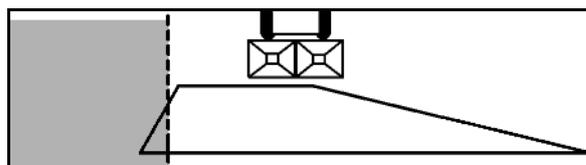

Fig. 63
3. Épandage en bordure (Fig. 63):